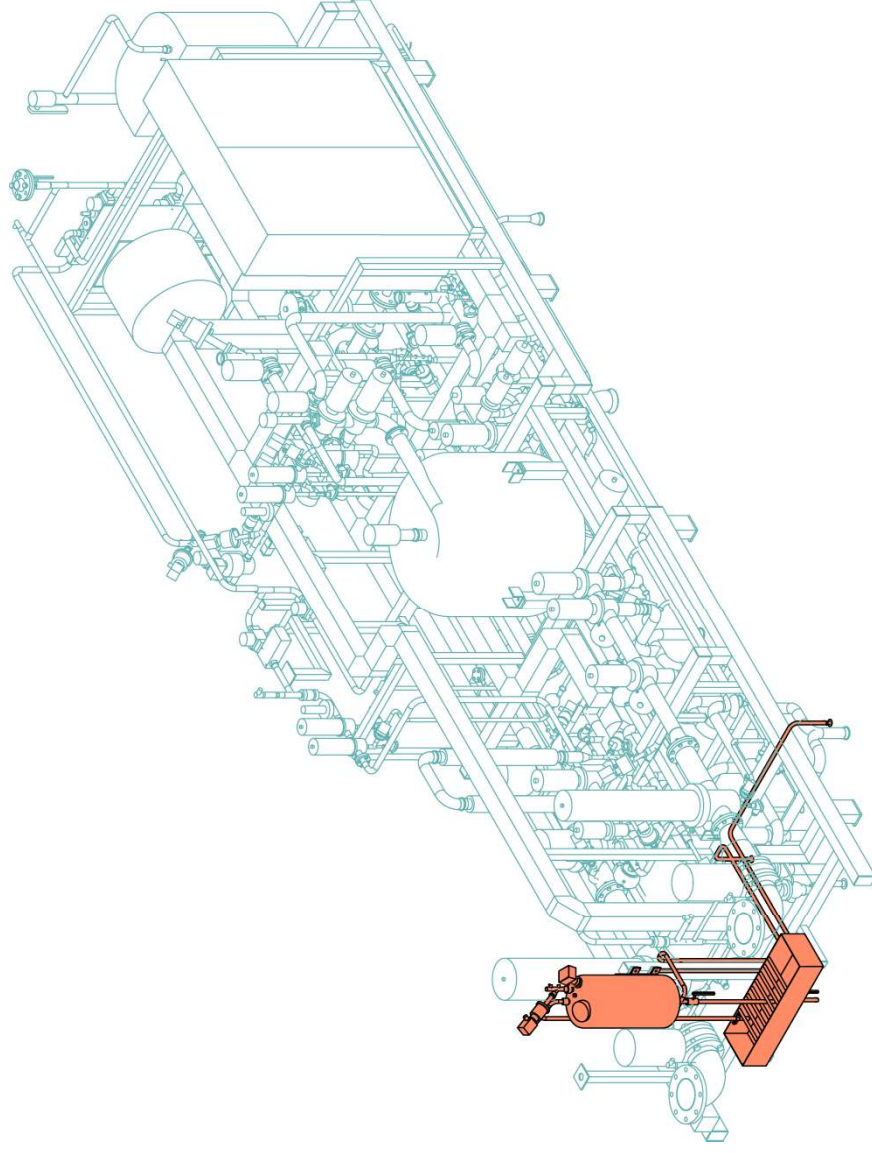

Bild 6-59
- Wasserstoffperoxid (Bild 6-59)